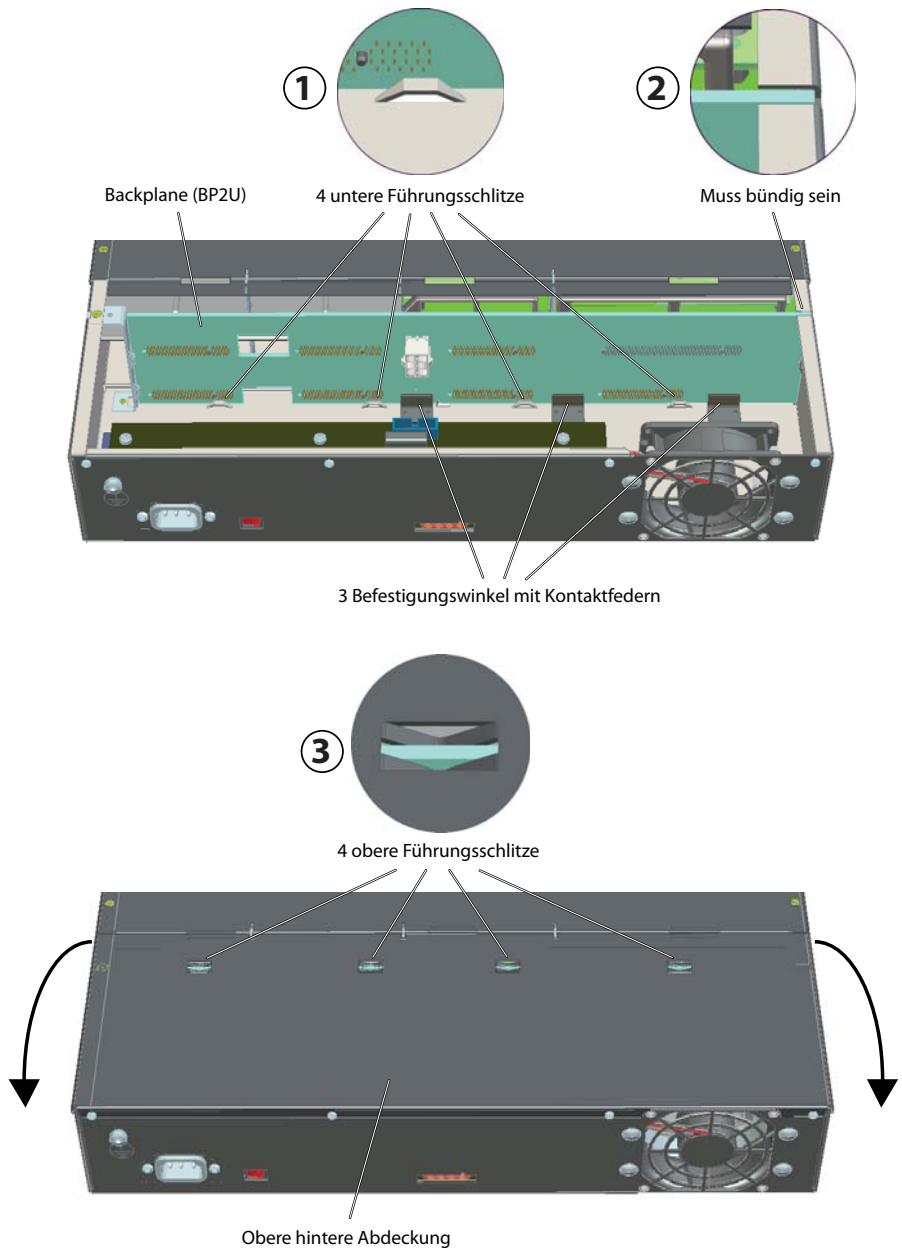

Fig. 20 Korrekter Sitz der Backplane BP2U
6. Montieren Sie die obere, hintere Gehäuseabdeckung. Beachten Sie dabei unbedingt die Hinweise zum korrekten Sitz der Backplane BP2U auf Seite 102 und die dazugehörige Grafik (Fig. 20).
- Kontrollieren Sie den richtigen Sitz der Backplane in den 4 unteren Führungsschlitzen. Allenfalls müssen Sie die Backplane leicht nach hinten drücken, da die Kontaktfedern hinter den Befestigungswinkeln einen gewissen Gegendruck erzeugen (siehe ① in Fig. 20).
- Kontrollieren Sie, ob die Backplane nicht über die Gehäuseoberseite herausragt (siehe ② in Fig. 20).
- Achten Sie beim Schliessen der oberen hinteren Abdeckung, dass die Backplane korrekt in den 4 oberen Führungsschlitzen sitzt. Die Abdeckung sollte sich ohne Kraftaufwand schließen lassen und sich dabei nicht verbiegen (siehe ③ in Fig. 20).